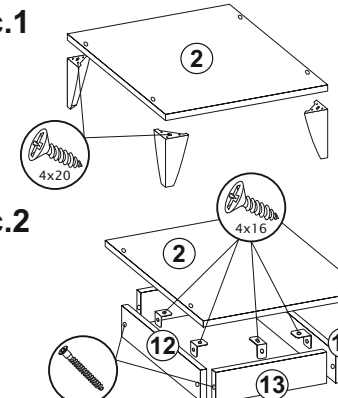

Рис.2
- Если у Вас пенал на подиуме, то гвоздями 2x20 прибить подпятники к стяжкам (12,13). Соединить стяжки (12,13) еврошурупами и прикрутить подиум к нижней крыше (2) (по центру: 50 мм от каждого края крыши до подиума) с помощью уголков 20x20 и шурупов 4x16 (рис.2).